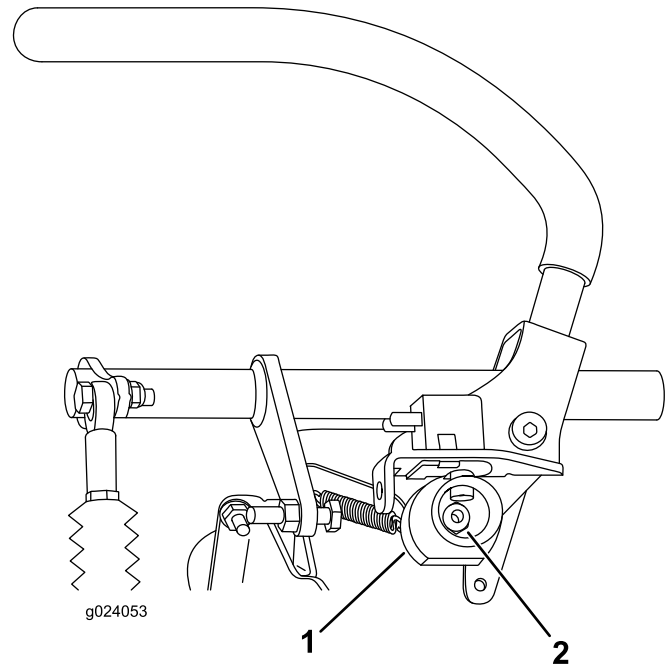

Figura 72
7. Afloje la tuerca que sujeta la leva (Figura 72).